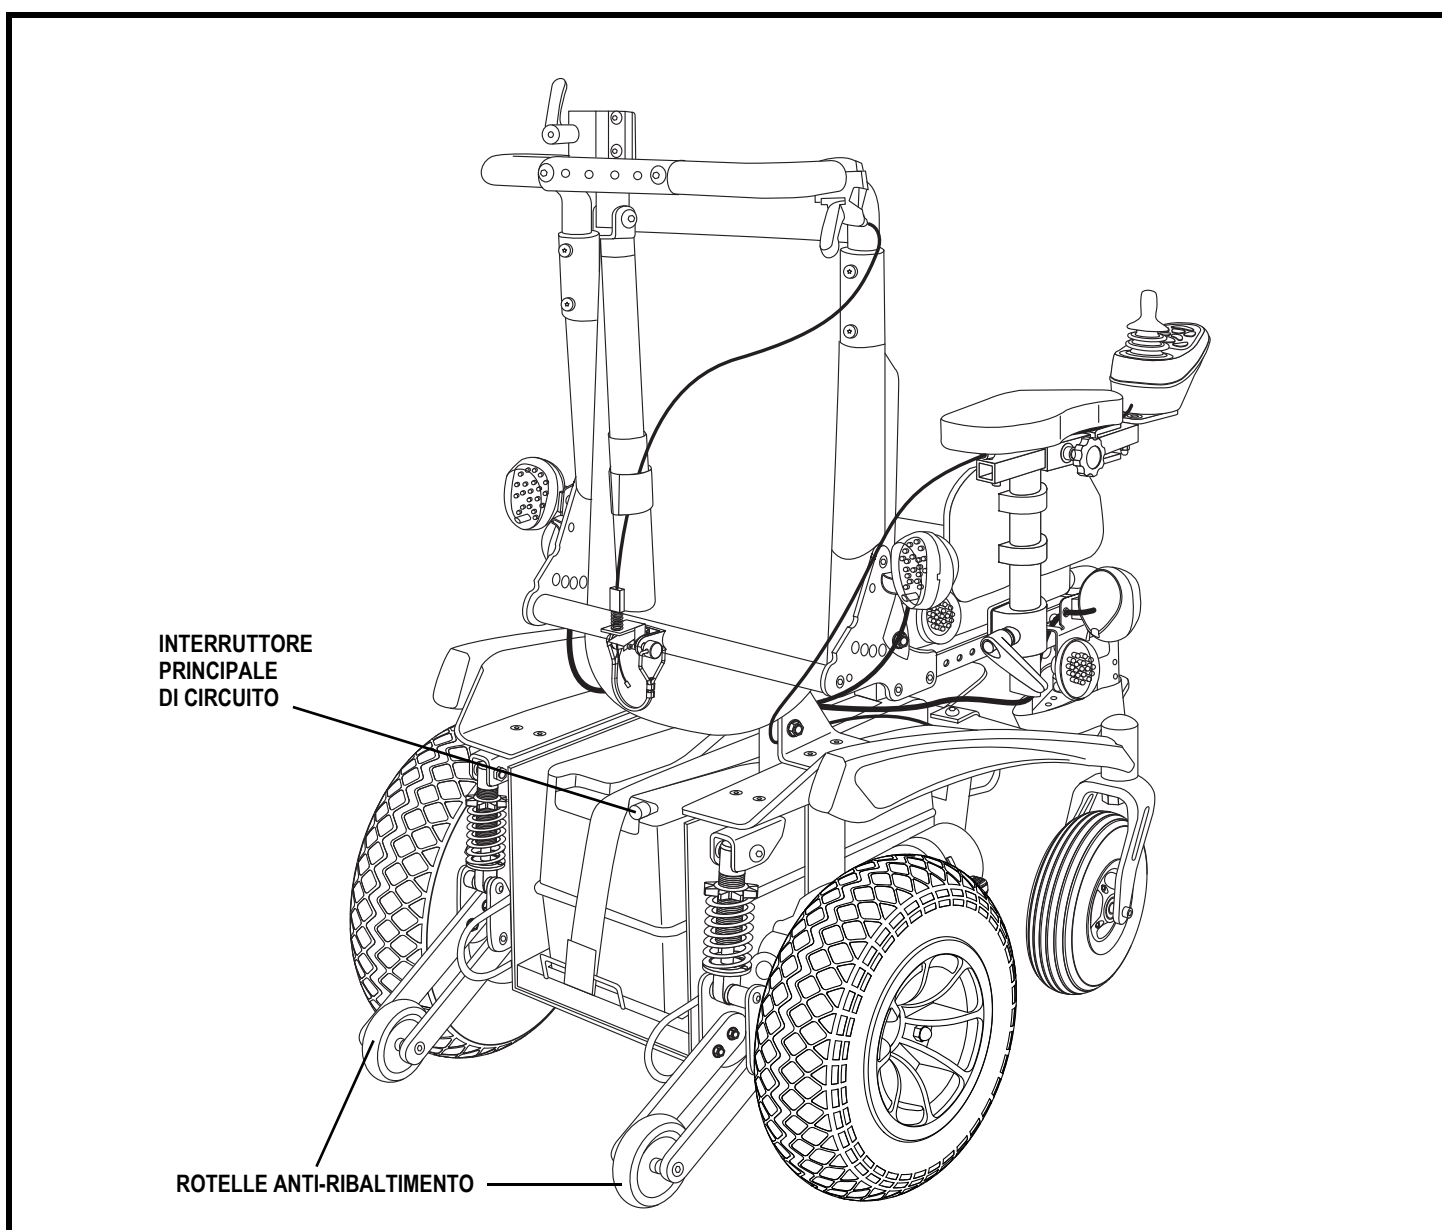

Figura 2. La base di alimentazione della Sparky
I componenti elettrici si trovano sulla parte anteriore della base. **Vedere figura 2.**
**Interruttore del circuito principale:** L'interruttore del circuito principale è una funzione di sicurezza incorporata nella Carrozzina. Quando le batterie e i motori sono sollecitati pesantemente (per esempio da carichi eccessivi), l'interruttore del circuito principale scatta per prevenire danni ai motori e ai componenti elettronici. Se il circuito scatta, lasciare "riposare" la Carrozzina per circa un minuto. Quindi premere il pulsante dell'interruttore di circuito, accendere il joystick e proseguire il normale uso. Se l'interruttore del circuito principale continua a scattare, contattare il rivenditore autorizzato. L'interruttore principale si trova sulla parte posteriore della carrozzina. **Vedere figura 2.**